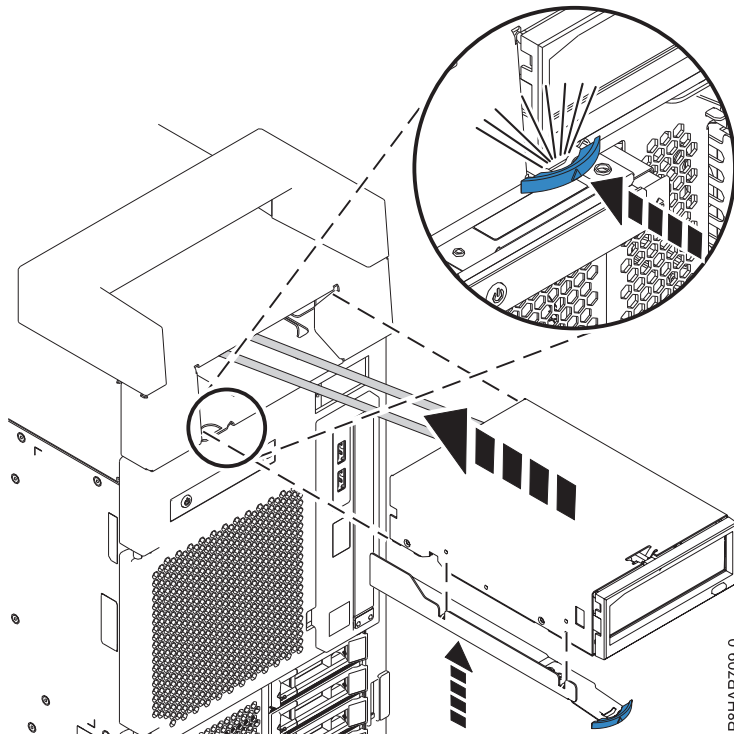

Figure 64. Installation de la station d'accueil RDX interne
4. Faites glisser l'unité dans le système puis poussez le taquet dans le sens indiqué jusqu'à ce qu'il s'enclenche. Voir figure 64.